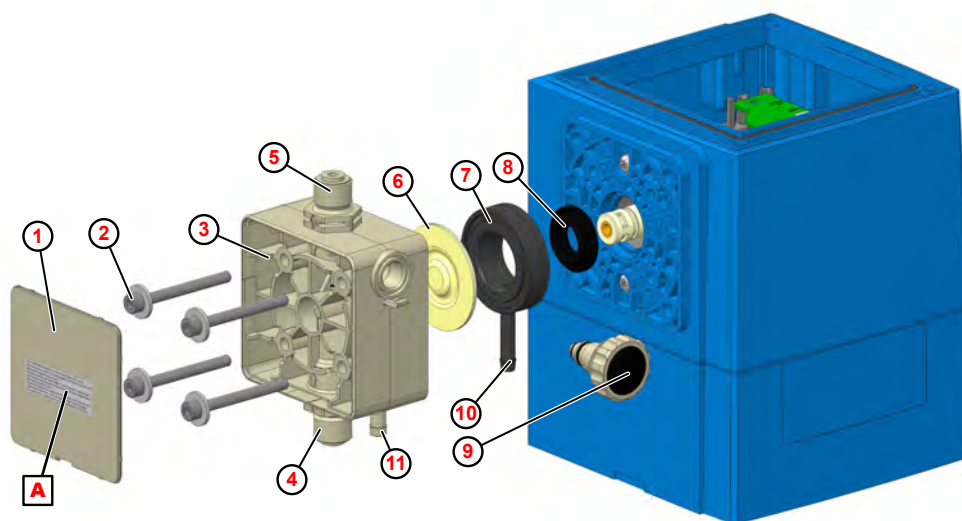

Fig. 23: Sostituzione di testa pompa, membrana e membrana protettiva
1. Svitare la valvola di aspirazione e di mandata ( Fig. 23 , ④ e ⑤ ).
2. Rimuovere la vite di spurgo ⑨ (solo in caso di sostituzione della testa pompa).
3. Rimuovere la piastra di copertura ① sulla testa dosatore.
4. Allentare e togliere le viti della pompa testa ② .
5. Togliere la testa pompa ③ .
6. Svitare la membrana ⑥ .
7. Togliere la piastra intermedia ⑦ .
8. Estrarre la membrana protettiva ⑧ fuori dallo spintore.
10. Inserire la piastra intermedia in modo tale che l'elemento di uscita membrana ⑩ sia rivolto verso il basso.